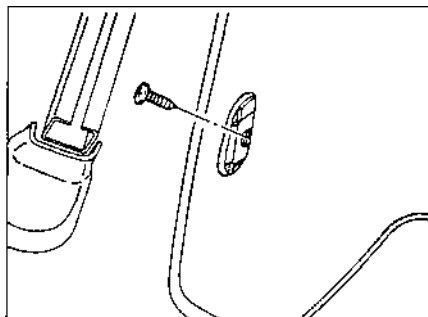

Рис. 7.57
- снять (например, при помощи какого-либо тонкого плоского предмета) заглушки винтов, а затем выкрутить винты, которые крепят декоративную панель кронштейна рычага стояночного тормоза (рис. 7.57);